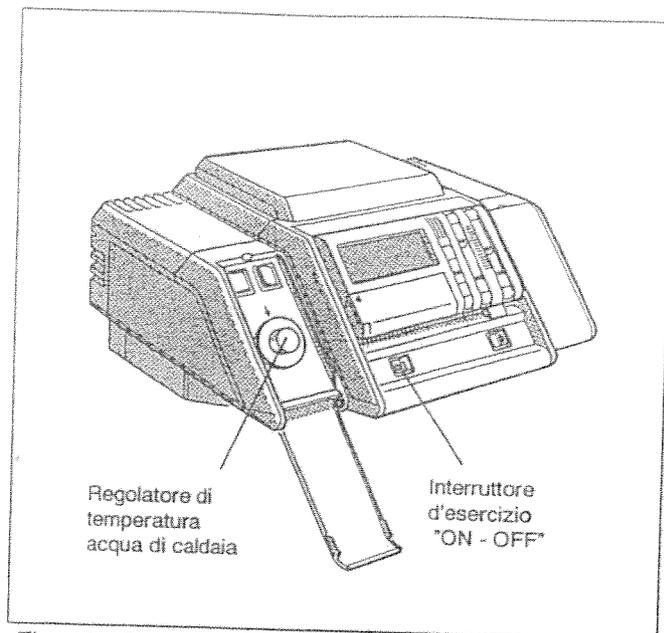
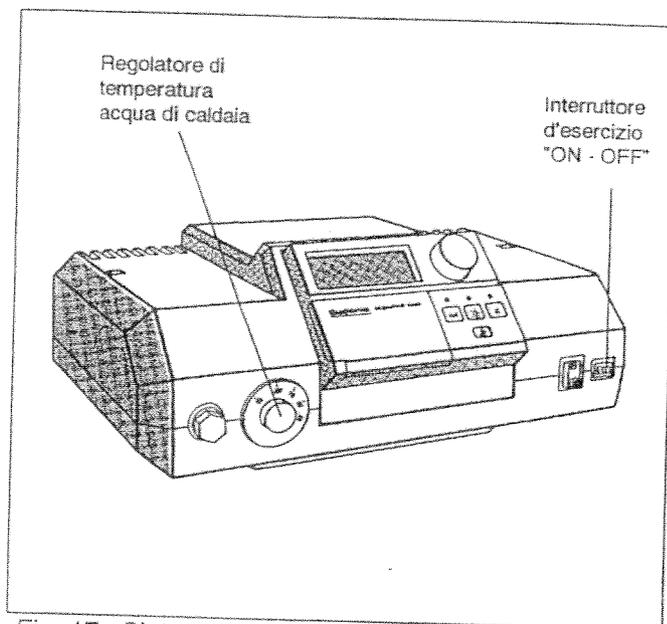

Fig. 16: Sistema di regolazione 4000
Fig. 17: Sistema di regolazione 2000
- Posizionare l'interruttore di esercizio (Fig. 16 o Fig. 17) su I (ON).
- Posizionare il regolatore di temperatura acqua di caldaia (Fig. 16 o Fig. 17) su "AUT".